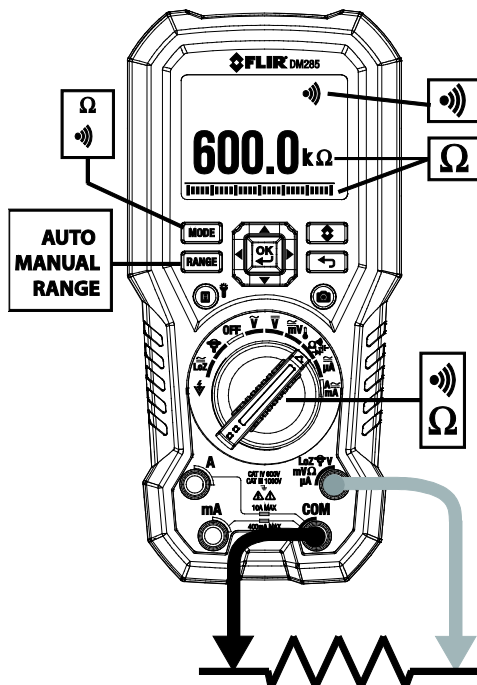

Fig. 9-3 Mesure de la résistance et de la continuité
1. Reportez-vous à la fig. 9-3. Mettez le sélecteur de fonction sur la position .
- Reportez-vous à la **fig. 9-3**. Mettez le sélecteur de fonction sur la position .